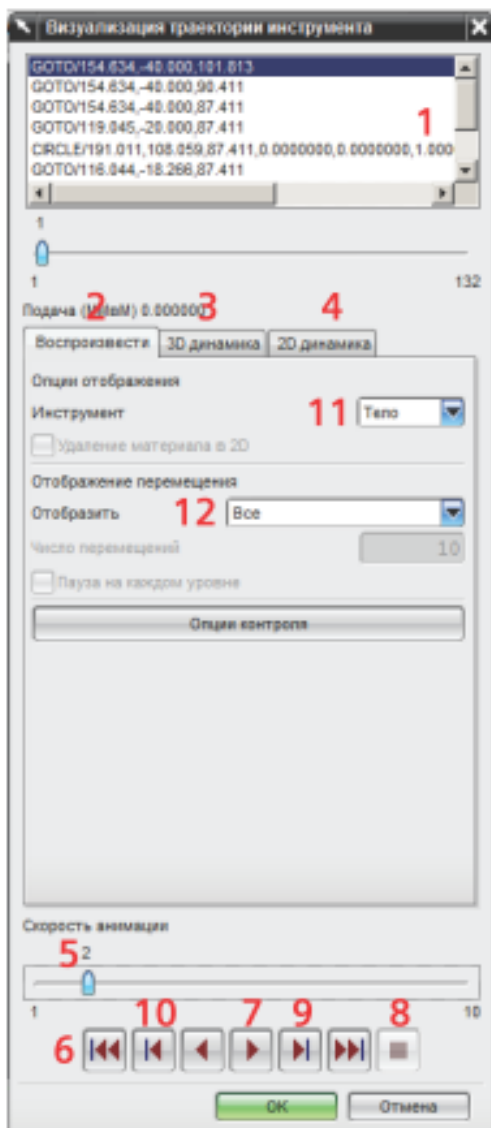

Рисунок 3.10 – Вікно керування перевіркою траєкторії обробки
У верхній частині вікна (рис. 3.10) є поле, яке відображає тип руху і координати у внутрішньому поданні траєкторії (1).